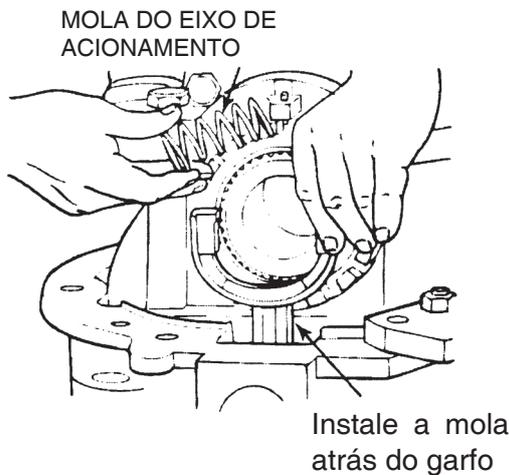

Figura 125
- Comprima a mola do eixo de acionamento do travamento e instale-a entre a parte de trás do garfo de travamento e a parede interna. Figura 125.